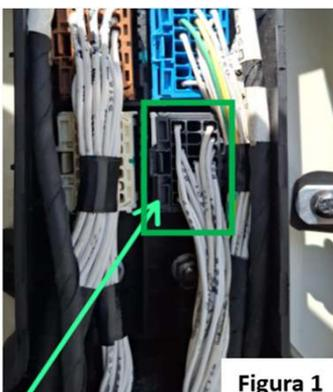

Figura 1
5. Identificar el conector gris (macho) en la parte inferior, como se muestra en la figura 1.